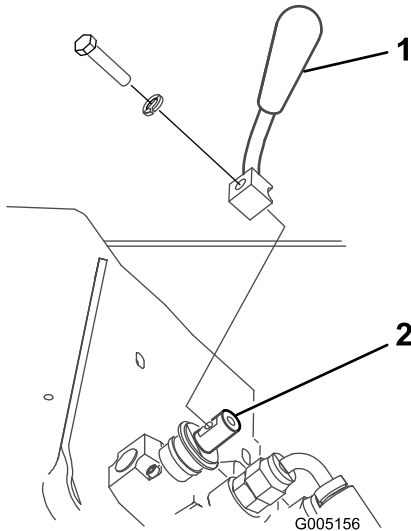

Figure 4
2. Fixez le levier au sélecteur de vitesse avec le boulon et la rondelle, comme montré à la Figure 4.